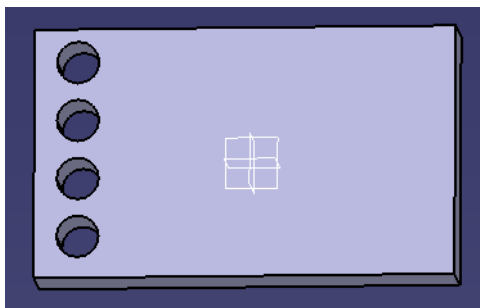

图 3-48
(3) Reference element 中用鼠标选择四方形的前一面, Object 中用鼠标选择模型中的孔, 点击 OK 键 (见图 3-48)。